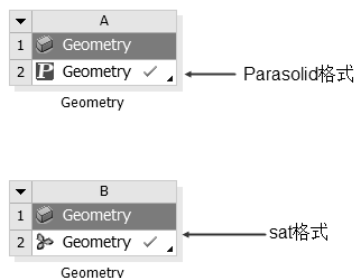

图 19-67 项目
Step7 : 如图 19-67 所示为完成读取几何的两个项目, 两种文件格式的图标略有不同。